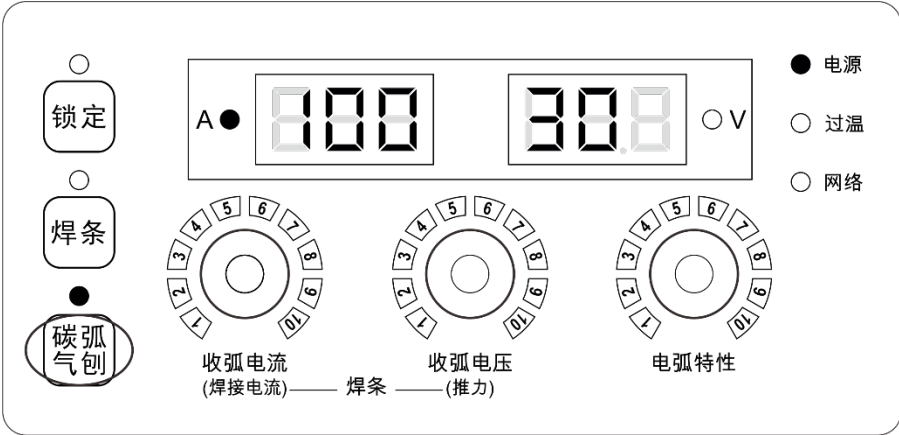

图3-38 基础版焊接电源碳弧气刨设置界面
4. 参数设置完成后可进行气刨操作。面板显示如图 3-38 所示。